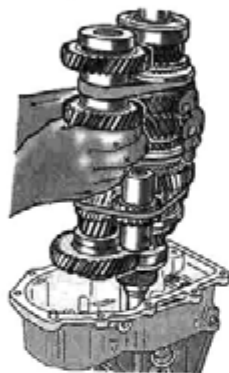

Рис. 5.21. Установка валов и шестерен в задний картер
- вставить в задний картер комплект валов, развести отогнутые концы стопорного кольца и, удерживая их в таком положении, запрессовать в гнезда на заднем картере шариковые подшипники вторичного вала и блока шестерен на половину их длины, воздействуя попеременно на торец шестерни 1-й передачи и передний торец промежуточного вала (рис. 5.21);